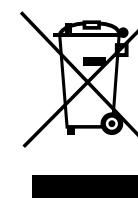

Rys. 6
- Odkręcić szklaną obudowę w kierunku przeciwnym do kierunku ruchu wskazówek zegara zgodnie z Rys. 6 i zastąpić żarówkę nową tego samego typu i o tych samych wartościach.